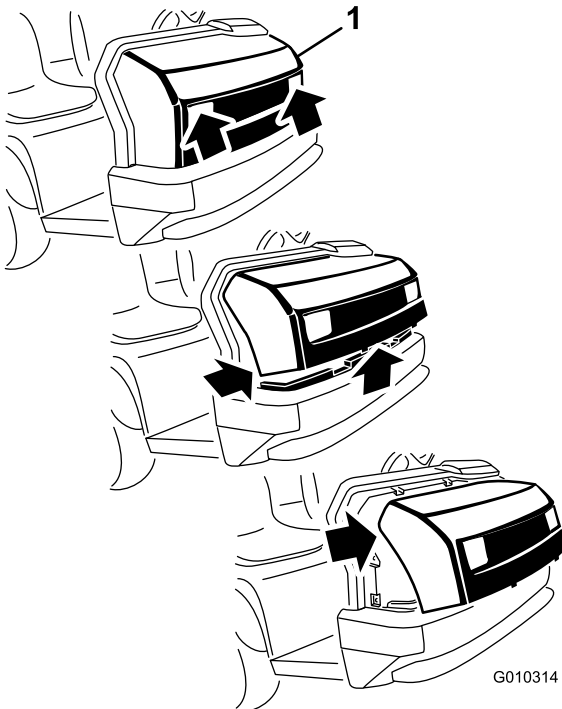

Bild 38
1. Fassen Sie die Motorhaube in den Scheinwerferöffnungen an und heben sie an, um die unteren Befestigungslaschen aus den Rahmenschlitzten zu heben (Bild 38).
2. Drehen Sie die Unterseite der Motorhaube nach oben, bis Sie die oberen Befestigungsnasen aus den Rahmenschlitzten ziehen können (Bild 38).
3. Drehen Sie die Oberseite der Motorhaube nach vorne und ziehen Sie die Kabelanschlüsse von den Scheinwerfern ab (Bild 38).